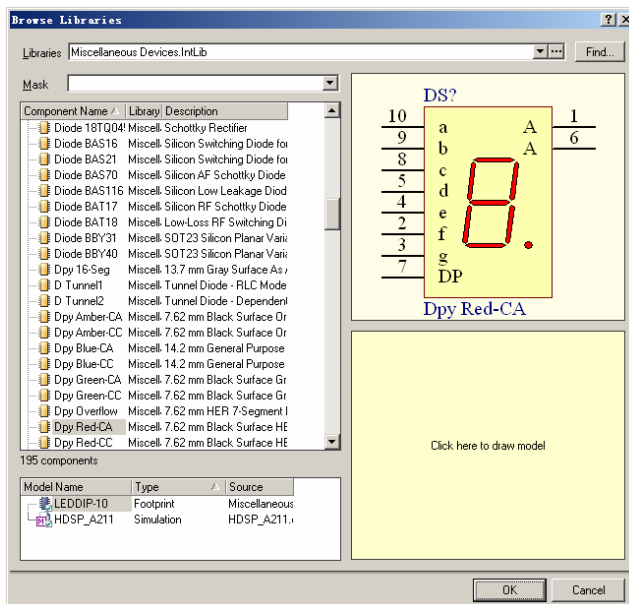

图 2.145 “Browse Libraries”对话框
(8) 单击“Place Part”对话框中“Part Details”选项区域中“Physical Component”下拉列表右侧的“...”按钮，打开如图 2.145 所示的“Browse Libraries”对话框。